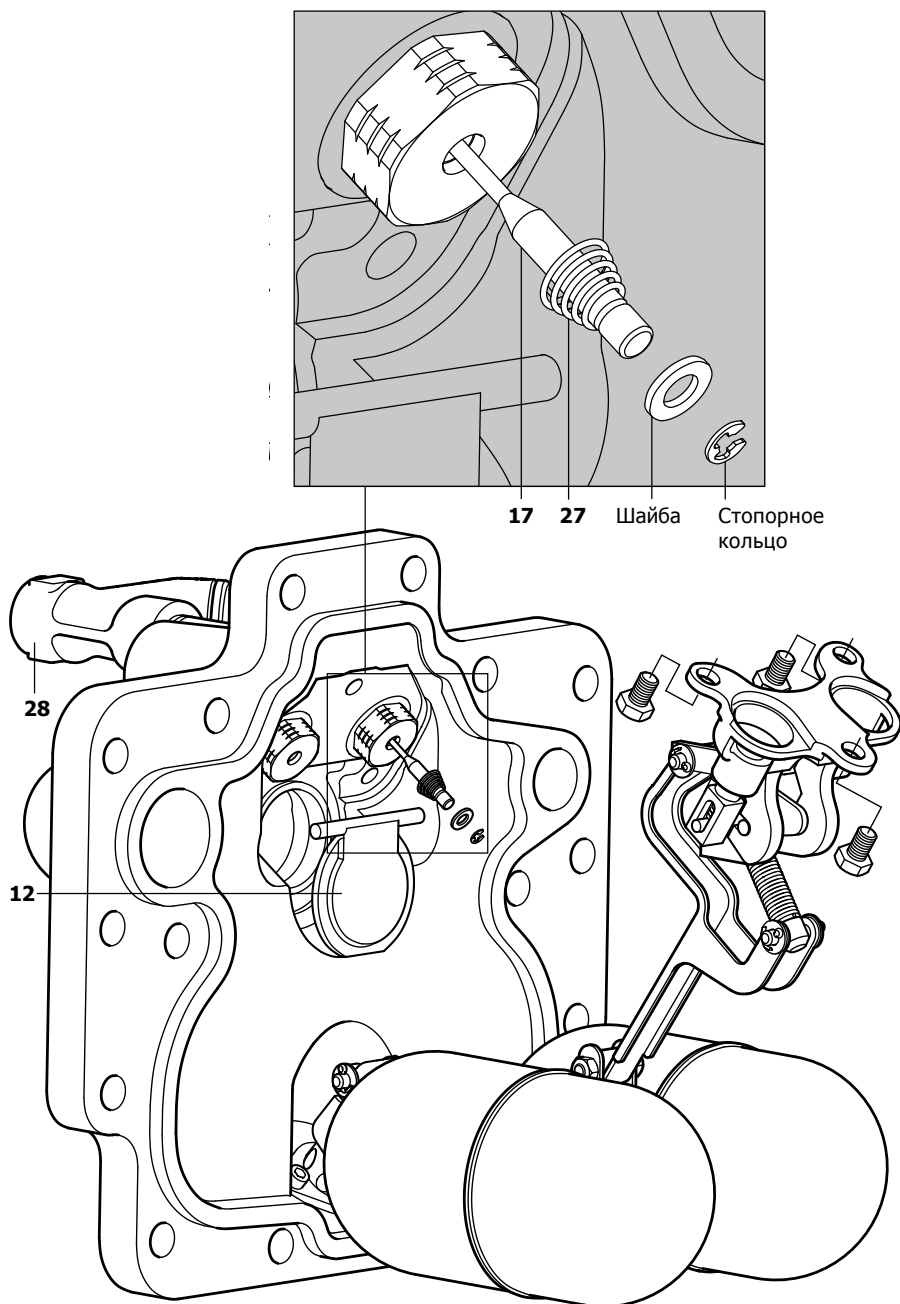

Рис. 21 (показан АРТ14)
5. Снимите внутренний поплавок механизм (см. рис. 21).